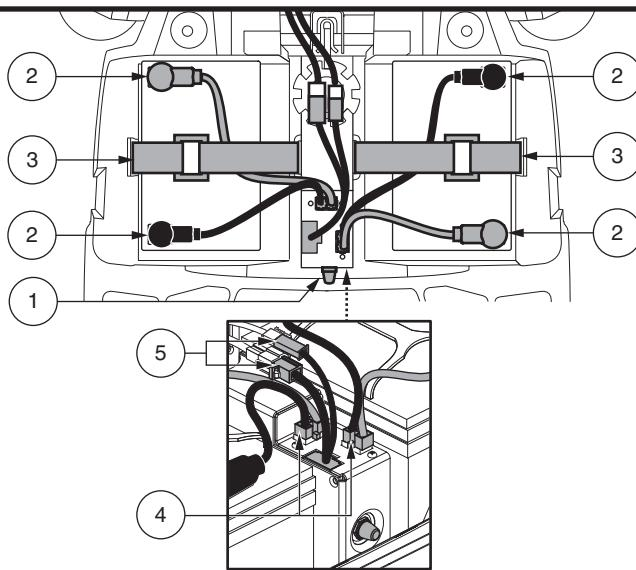

Figure 10. Enlèvement/installation des batteries et connexions
2. Détachez les courroies des batteries. **Voir la figure 10.**
3. Débranchez les batteries en appuyant sur les languettes des connecteurs du faisceau de la batterie et en tirant vers le haut. **Voir la figure 10.**
6. Placez une nouvelle batterie dans chaque puits. Placez les bornes de batterie de chaque batterie l'une en face de l'autre et vers les côtés extérieurs du scooter. **Voir la figure 10.**